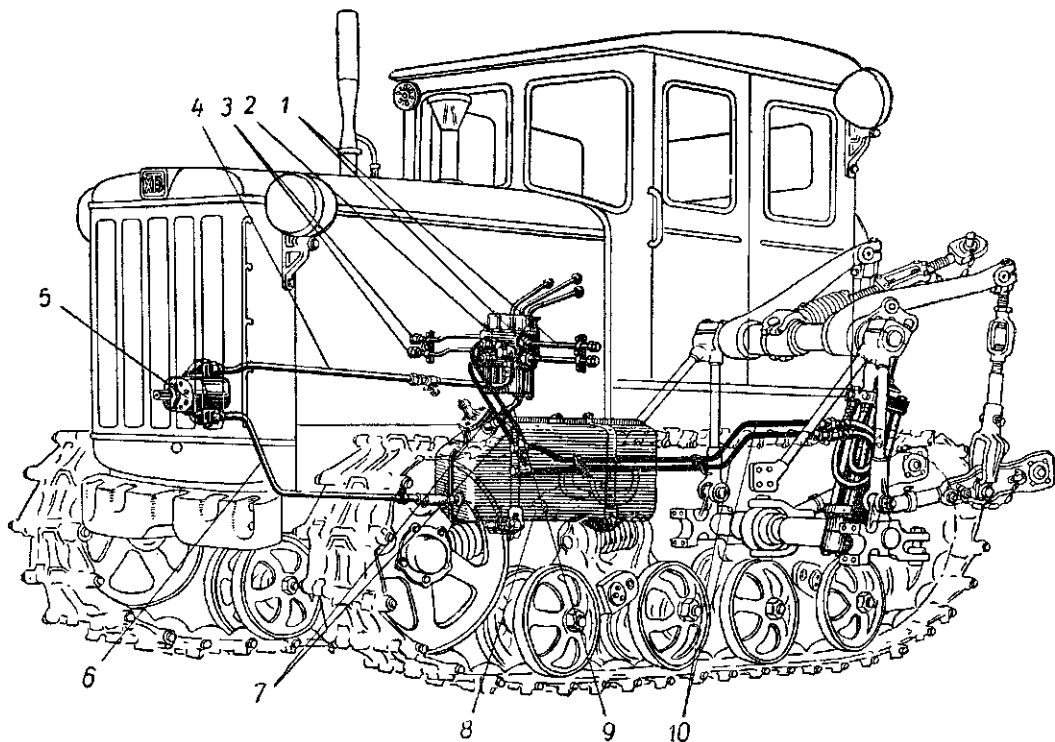

Рис. 47. Гидравлическая система:
и взаимосвязь ее агрегатов во время работы показаны на рис. 47 и 48.
5. Маслопроводы и арматура. Все агрегаты системы установлены на тракторе раздельно (рис. 47), в местах наиболее удобных для наблюдения за ними во время работы и для выполнения периодических технических уходов. Между собой агрегаты связаны составными маслопроводами из стальных тонкостенных труб и толстостенных гибких резиновых шлангов с металлической оплеткой. В местах соединения маслопроводов между собой и при присоединении их к агрегатам применена присоединительная арматура: штуцера, поворотные угольники, запорные клапаны, разрывные муфты и пр.